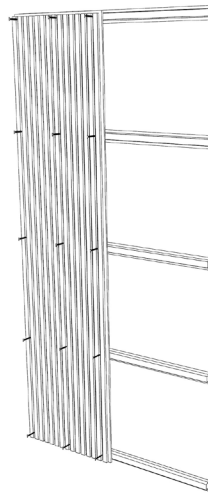

Figure 4. Fixation murale d'un panneau HARMONY FLEX avec des fourrures.
Pour une installation répondant aux normes feu, il est recommandé d'utiliser des fourrures de contreplaqué FR de 3/4 po ou des fourrures métalliques à fixer à la structure du mur. Ensuite, les panneaux HARMONY FLEX doivent être fixés aux fourrures. L'emplacement et l'espacement entre les fourrures dépendra de l'orientation et la disposition des panneaux (Fig. 4).
Pour la fixation mécanique, il est recommandé d'utiliser des vis à gypse à filet double no.6 - longueur de 1-5/8po qui seront positionnées entre les lames de bois. Il est recommandé d'utiliser quinze (15) vis par panneaux (Fig. 4). Selon la couleur de l'endos acoustique sélectionné, la couleur des vis devront être agencées à la couleur de l'endos.